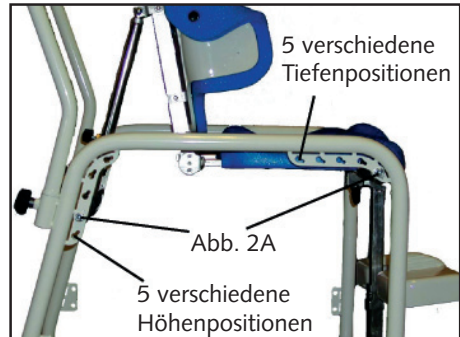

Abb. 2
1. Die Schrauben (Abb. 2 A) mit den Fingern lösen.
3. Die Schrauben (Abb. 2 A) mit 25 NM festziehen.